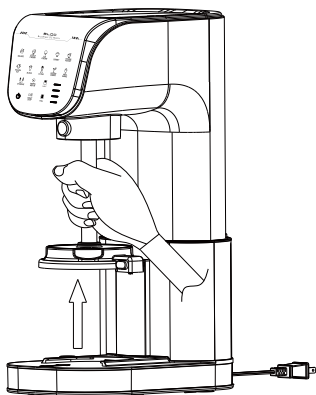
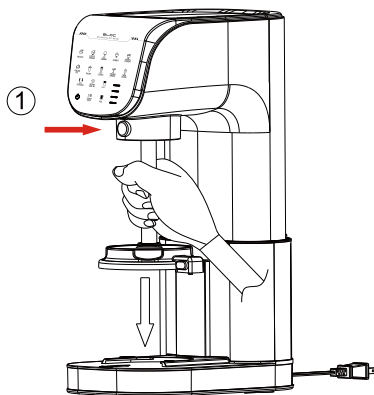

Figure 1
Figure 2
- Pour installer l'ensemble lame de mélange, tenez l'arbre de la lame de mélange et alignez-le avec l'orifice de montage de l'unité principale. Poussez vers le haut jusqu'à ce que vous entendiez un " clic " (voir Figure 1).
- Pour retirer la lame de mélange, appuyez sur le bouton de déverrouillage situé à la base de la lame (voir figure 1) et maintenez-le enfoncé, puis tirez vers le bas l'arbre de la lame pour la détacher (voir Figure 2).